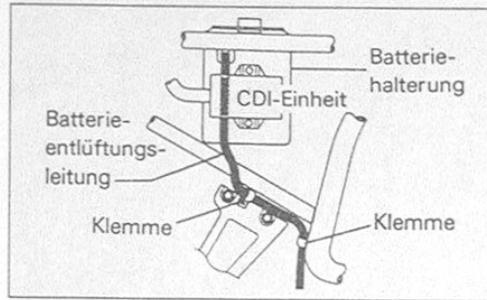

Bild 38
- Batterie in umgekehrter Reihenfolge wieder montieren (Pluskabel zuerst anschliessen) und Entlüftungsschlauch wie in Bild 38 gezeigt verlegen.